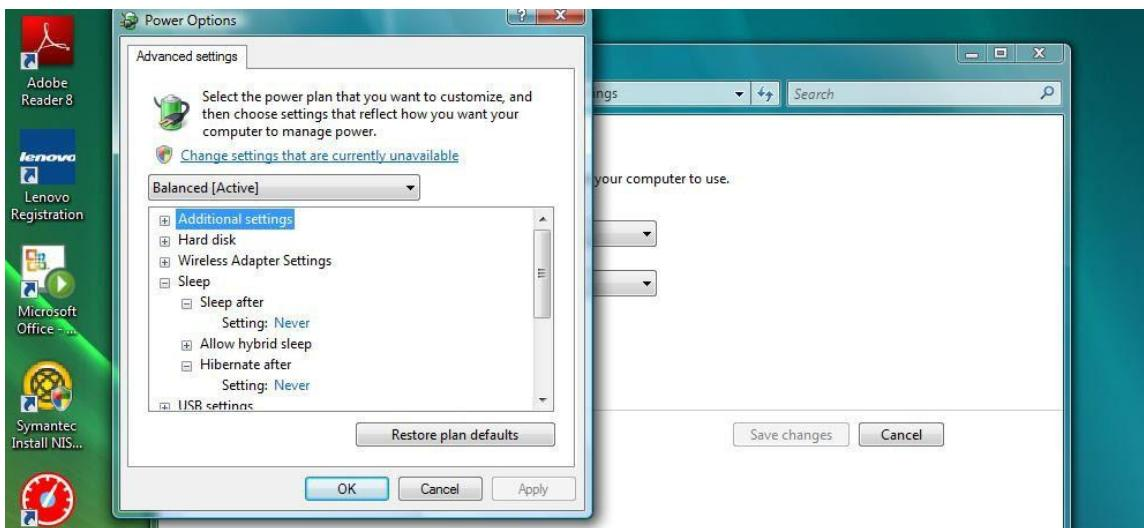

Рис. 20
5. В списке найдите «Переход в спящий режим» (Рис. 20). Для параметра «Переход в спящий режим после» выберите НИКОГДА, а также для параметра «Переход в режим гибернации» выберите НИКОГДА.
6. Нажмите кнопку «Применить», чтобы сохранить изменения. Далее нажмите кнопку «OK» (Рис. 20).